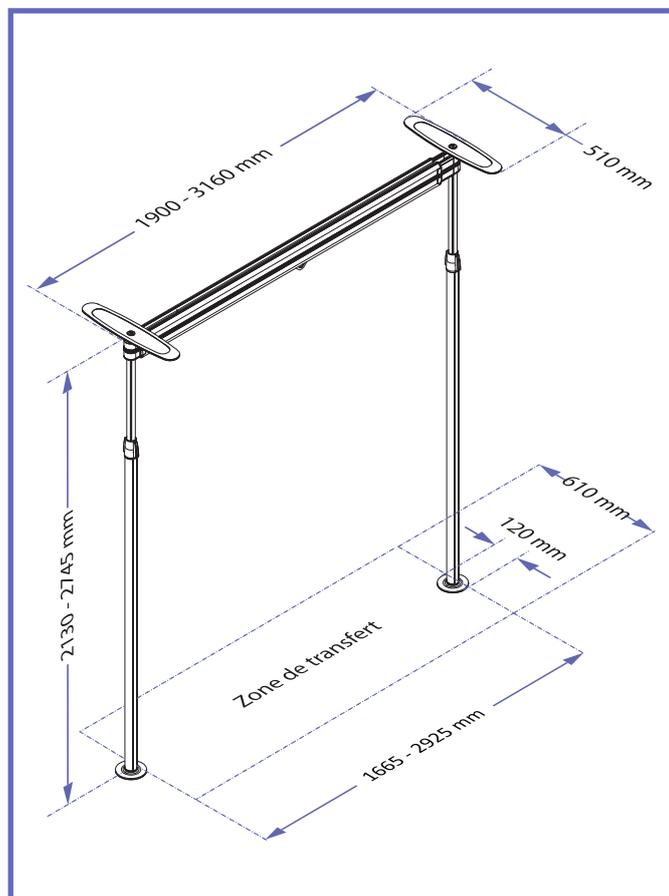

Fig. 5
- 3) Les transferts ne doivent s'effectuer qu'entre les poteaux du système *EASYTRACK*, voir la Fig. 5.